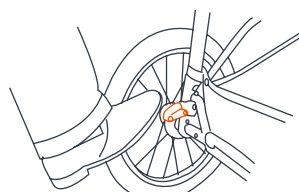

Abb. 14
- 14) • Um die Bremsen zu betätigen, üben Sie leichten Druck nach unten auf den Bremshebel an jedem Hinterrad aus. Der Kinderwagen muss möglicherweise leicht nach vorne oder hinten bewegt werden, um die Zähne der Bremse mit den einzelnen Radbremsgruppen auszurichten (Abb. 14).